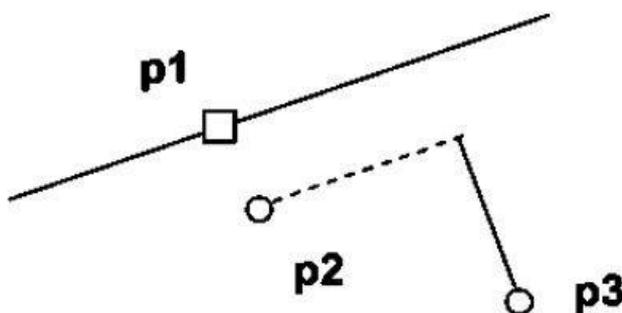

Рисунок 1.10 - Построение отрезка, перпендикулярного заданной прямой
2) Перпендикулярный отрезок: а) указать графическим курсором прямую (точка  $p_1$ ), которой должна быть перпендикулярна другая прямая; б) указать графическим курсором последовательно две точки  $p_2$  и  $p_3$  (рис. 1.10).